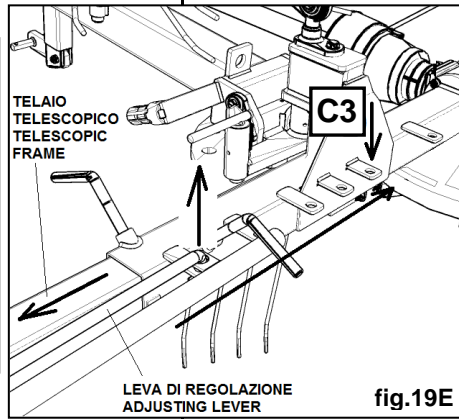

fig.19E
5. **fig.19E** - Distanziare i due rotori sfilando il telaio telescopico ed inserire la leva di regolazione nella piastrina **C3**.
5. **Fig.19E** - Space out the two rotors, by pulling out the telescopic frame, and insert the adjusting lever in the plate **C3**.